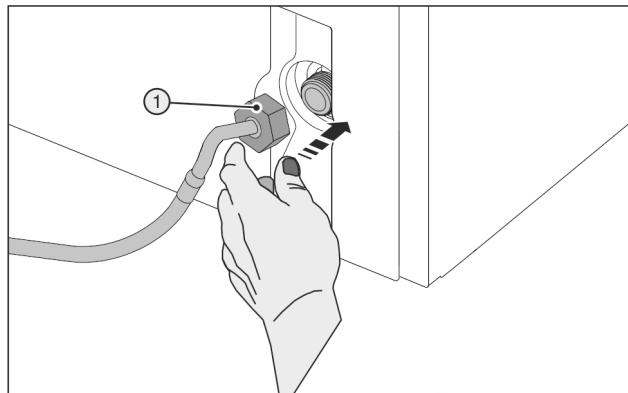

Fig. 24
- Поставете гайката Fig. 24 (1) внимателно и я навийте на резбата право.
- Поставете внимателно гайката Fig. 24 (1) и с два пръста я завинтете права върху резбата, докато се постигне добро, здраво прилягане.
- Използвайте помошния инструмент (5) само при стайна температура.
- Затегнете гайката Fig. 24 (1) с помощен инструмент (5) по посока на часовниковата стрелка, докато максималният въртящ момент бъде достигнат и помощният инструмент (5) превърти.